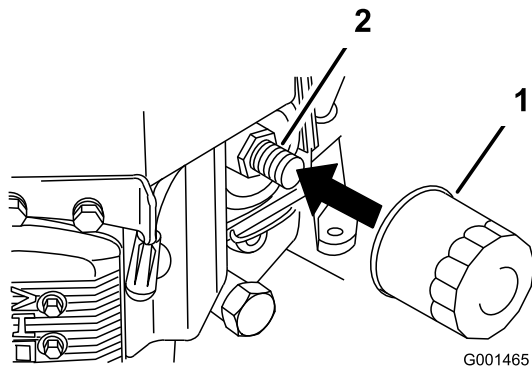

Figure 32
- Retirez le filtre usagé (Figure 32).
3. Appliquez un mince film d'huile neuve sur le joint en caoutchouc du filtre de rechange (Figure 32).
4. Posez le filtre à huile de rechange sur l'adaptateur, tournez le filtre dans le sens horaire jusqu'à ce que le joint en caoutchouc touche l'adaptateur, puis serrez le filtre de 3/4 de tour supplémentaire (Figure 32).